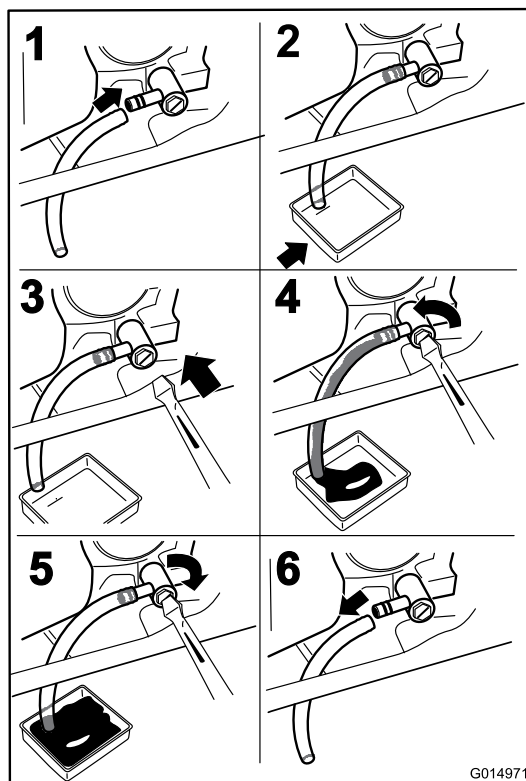

Figure 40
3. Avant de quitter la position de conduite, coupez le moteur, enlevez la clé de contact et attendez l'arrêt de toutes les pièces mobiles (Figure 40).